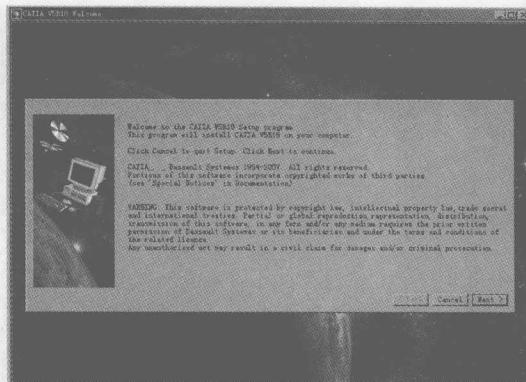

图 1-1 安装提示界面 1
- (1) 双击安装光盘 CD1 中的 Setup，出现如图 1-1 所示的安装提示界面。